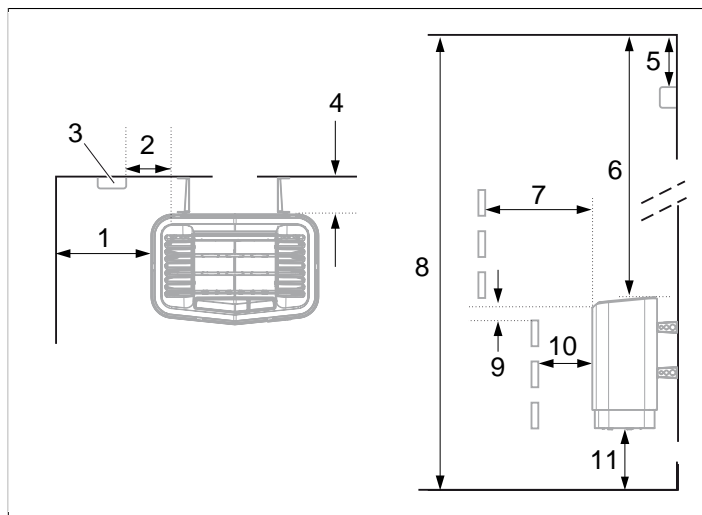
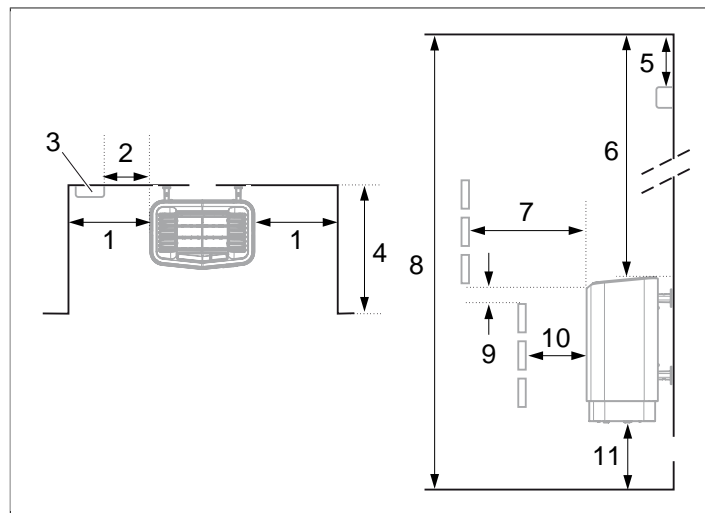

Fig 3: Emplacement du poêle – montage normal
Fig 5: Emplacement du poêle – montage en encastré dans une niche
- Prévoir l'emplacement du capteur (cf. **Fig 3**, page 2 et **Fig 5**, page 3).
- sur le même mur que la porte (à titre exceptionnel, sur un mur adjacent, mais très près du passage de porte). Le poêle peut aussi être encastré dans une niche (cf. **Fig 5**, page 3).
- à une distance suffisante du sol, des cloisons latérales et des aménagements (cf. **Fig 3**, page 2).
Placer le capteur comme l'indique l'illustration (cf. **Fig 3**, page 2).
1. Placer le poêle à une distance suffisante du sol, des parois latérales et des aménagements (cf. **Fig 5**, page 3).
2. Placer le capteur comme l'indique l'illustration (cf. **Fig 5**, page 3).